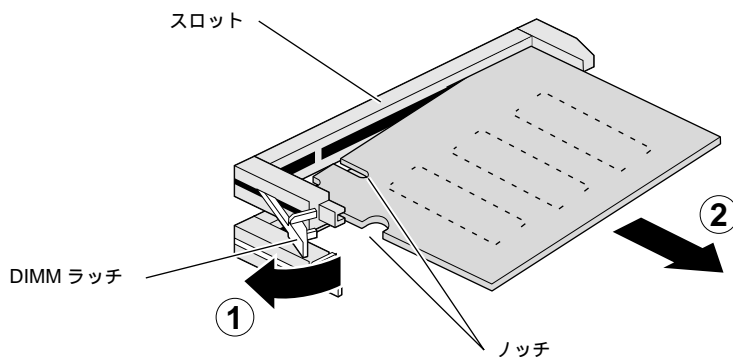

図 3-8 DIMM の取り外し
- DIMM を取り外すには、スロットの左側にある DIMM ラッチを押します。ラッチボタンにより、スロットの DIMM の片側が押し出されます (図 3-8)。